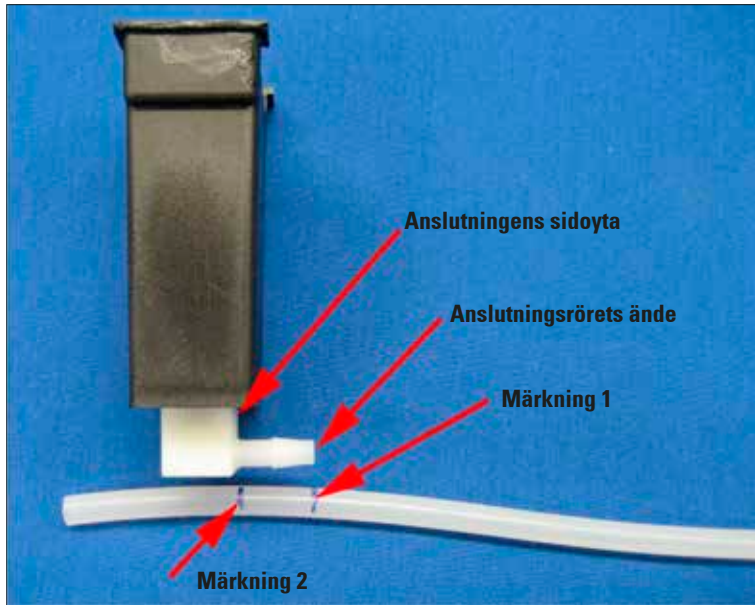

Bild 25
- Rikta in märkning 1 mot slutet av anslutningsröret och gör en andra markering ("Märkning 2") som anger anslutningens sidoyta (bild 25).